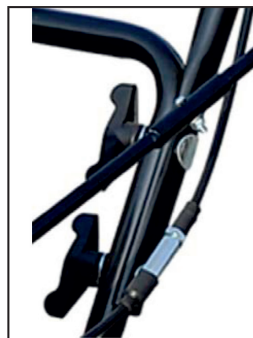

Рис. 3
3. На П-образную опору установите рукоятку управления, совместите отверстия, вставьте по два болта с каждой стороны и зафиксируйте гайками с барашком (Рис. 3).